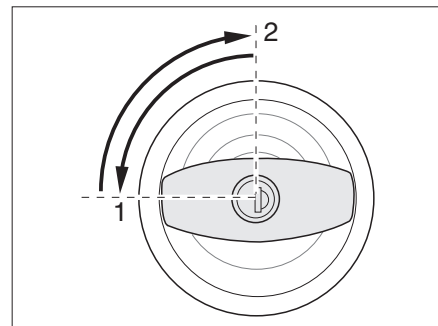

Fig. 20 Serrure de la porte cellule, à l'extérieur, verrouiller
- Insérer la clé dans le barillet et la tourner d'un quart de tour dans le sens inverse des aiguilles d'une montre (Fig. 20,1).
- Ramener (Fig. 20,2) la clé sur la position intermédiaire et la retirer.